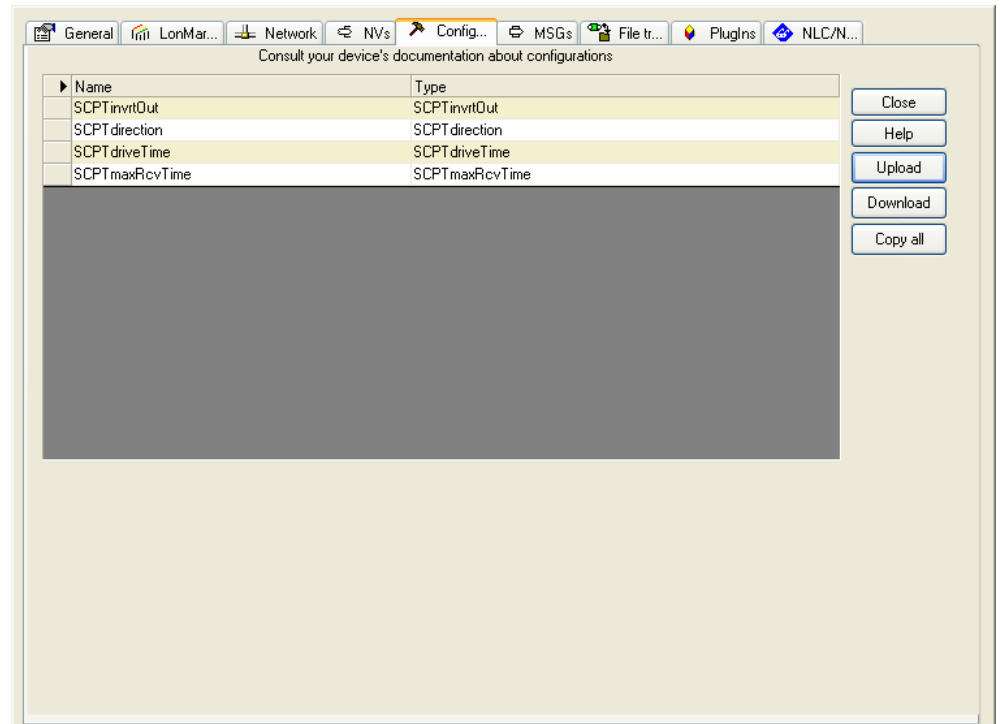

Abbildung 115: Registerkarte Konfiguration für CPs in NL220
2. Klicken Sie auf den Knopf **Upload** in der Configuration Registerkarte der Device properties (siehe Abbildung 115).